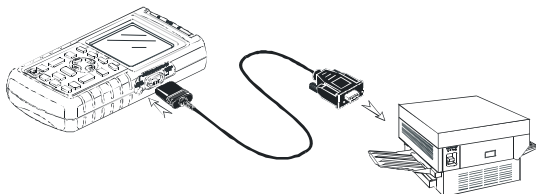

Рис. 7-1 Подключение последовательного принтера
- Оптически изолированный кабель с адаптером RS-232 (PM9080, дополнительный блок) - для подключения последовательного принтера к оптическому порту (OPTICAL PORT) прибора. См. рис. 7-1.